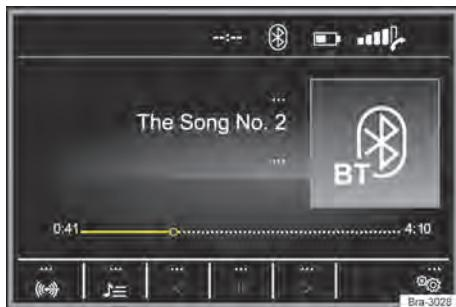
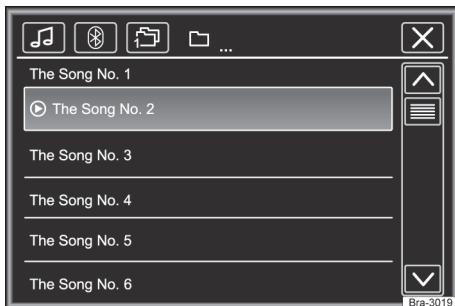

Fig. 128 Menu principal de mídia.
Fig. 129 Operação do rádio: lista de estações.
- Pressionar o botão **[MEDIA]** para abrir o menu principal **MEDIA** → Fig. 128.
As fontes de mídia que são reproduzidas atualmente são exibidas na superfície de função na parte inferior esquerda → Fig. 128.
Legenda da → Fig. 128 e → Fig. 129: